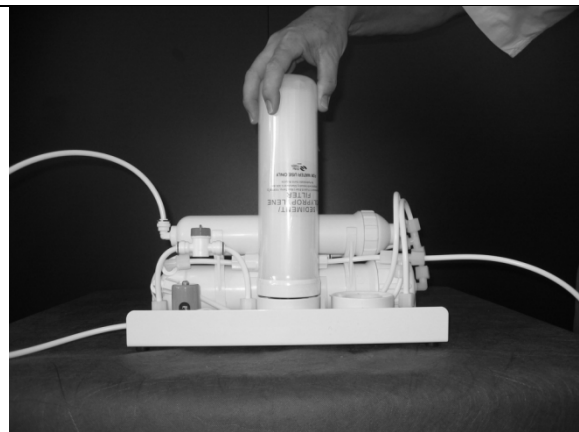

Fig. 3
4. Montare, avvitandoli, i filtri nuovi, avendo cura di non scambiare la posizione (il filtro carbon block è montato lateralmente, Fig. 3 & 4). Avvitarli a fondo, senza forzare.